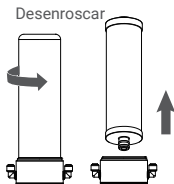

Figura 7
2. Desenrosque la carcasa y saque el cartucho de filtro usado. (Figura 7)